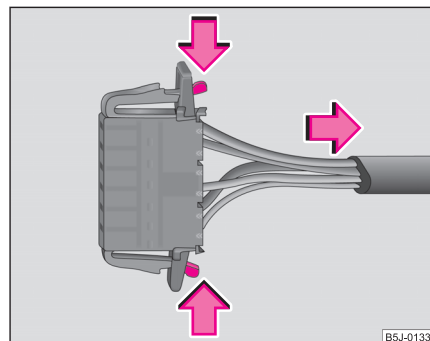

Abb. 191 Steckverbindung trennen
- Trennen Sie die Steckverbindung. ⇒ Seite 264, Abb. 191. ■